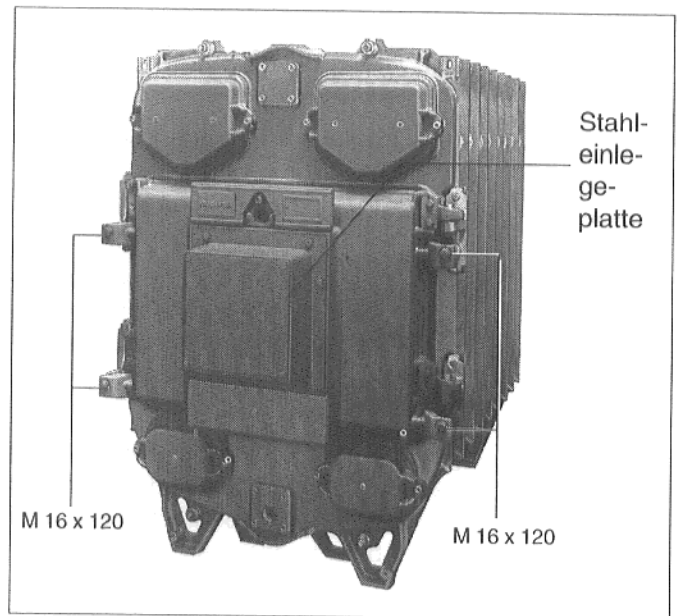

Abb. 31
- Brennertür schließen und mit den in Abb. 31 gezeigten Maschinenschrauben (4 x M16 x 120) verschließen. Die Maschinenschrauben sind gleichmäßig über Kreuz anzuziehen.
Stahleinlegeplatte (Abb. 31)